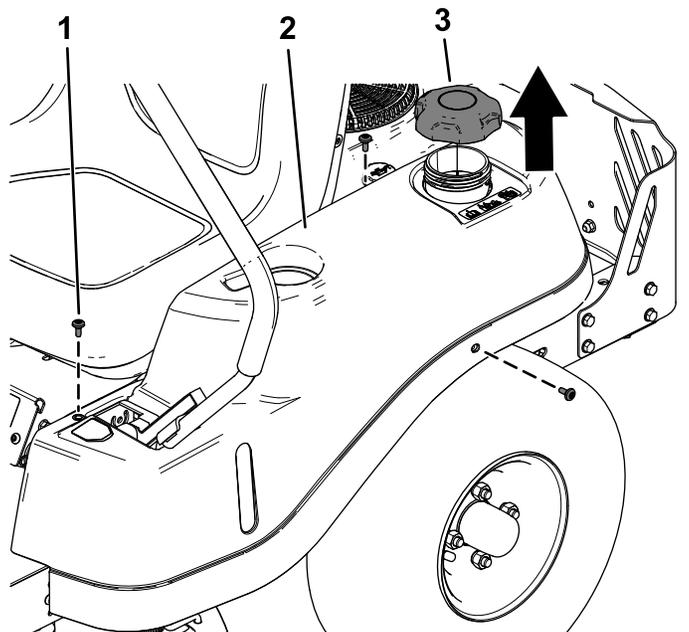

Figure 2
1. Retirez les 3 vis à épaulement de chaque boîtier et déposez les boîtiers des deux côtés de la machine (Figure 2).
Enlevez le bouchon du réservoir de carburant avant de déposer le boîtier gauche (Figure 2).